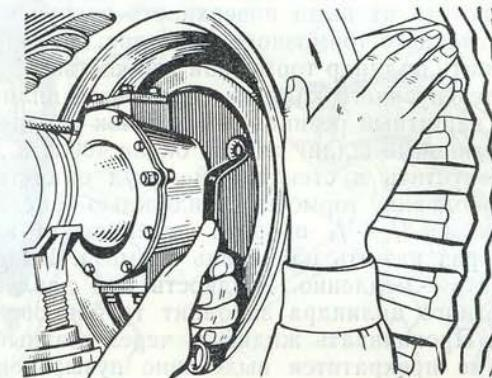

Рис. 217. Регулировка зазоров между колодками и тормозным барабаном переднего колеса
1. Для уменьшения зазора между колодками и тормозными барабанами передних колес оба регулировочных эксцентрика проворачивать по ходу вращения колеса при движении автомобиля вперед (рис. 217).